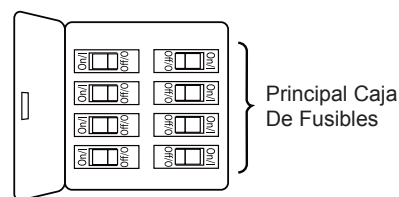

Figura 1
1. Extraiga la pieza de la bola colgante de la unidad de la bola colgante / varilla aflojando el tornillo de presión de la bola colgante hasta que la bola se libere de la varilla. Retire el pasador del barral y luego extraiga la semiesfera. Conserve el pasador y la semiesfera para su reinstalación en el Paso 7. (Figura 1)
Para evitar una posible descarga eléctrica, asegúrese de cortar la alimentación eléctrica de la caja de fusibles principal antes de colgar el ventilador. (Figura 1)